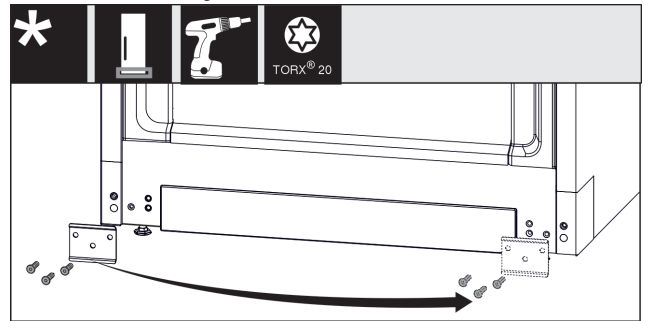

Fig. 15
- ▶ Dévisser la tôle Fig. 15 (1), la déplacer et la revisser de l'autre côté.